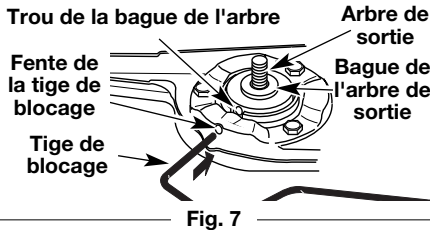

Fig. 7
- Alignez le trou de la bague de l'arbre avec la fente de la tige de blocage, puis insérez la tige dans le trou de la bague (Fig. 7).
- Alignez le trou de la bague de l'arbre avec la fente de la tige de blocage, puis insérez la tige dans le trou (Fig. 7).